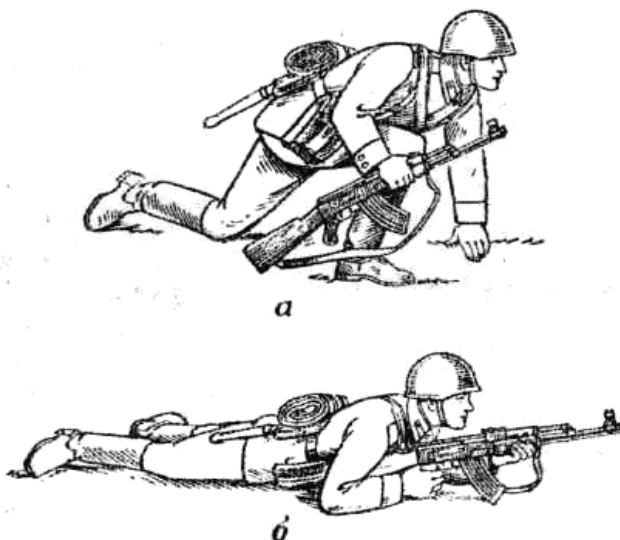

Рис. 97. Порядок принятия положения для стрельбы лежа: *а* – автоматчик опирается на левое колено и левую руку; *б* – автомат удерживается левой рукой за цевье
1. *Если автомат находится в положении «на ремень».* Подать правую руку по ремню несколько вверх и, снимая автомат с плеча, подхватить его левой рукой за спусковую скобу и ствольную коробку, затем взять автомат правой рукой за ствольную накладку и цевье дульной частью вперед. Одновременно с этим сделать полный шаг правой ногой вперед и немного вправо. Наклоняясь вперед, опуститься на левое колено и поставить левую руку на землю впереди себя, пальцами вправо (рис. 97, а); затем, опираясь последовательно на бедро левой ноги и предплечье левой руки, лечь на левый бок и быстро повернуться на живот, раскинув ноги слегка в стороны носками наружу; автомат при этом положить цевьем на ладонь левой руки (рис. 97, б).